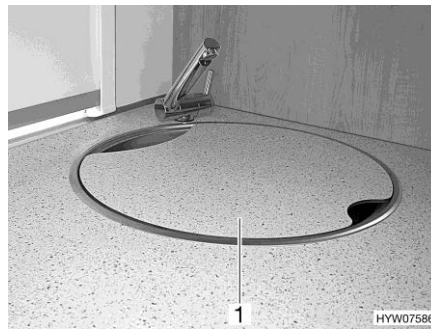

Fig. 12 Cubierta del fregadero (ejemplo)
- ▶ En caso de un accidente o con una frenada de emergencia, las cubiertas sueltas del fregadero (Fig. 12,1) y del escurridor podrán herir a los ocupantes del vehículo. Antes de comenzar el viaje, retirar las cubiertas sueltas y guardarlas seguramente en el bloque de cocina o en el armario ropero.